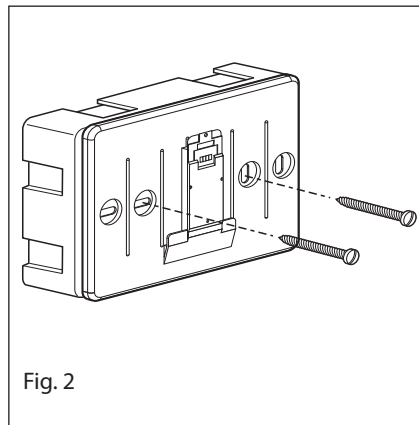

Fig. 2
- Bevestig de basis van het apparaat aan de kast op de wand met behulp van de in de set meegeleverde schroeven (afb. 2).